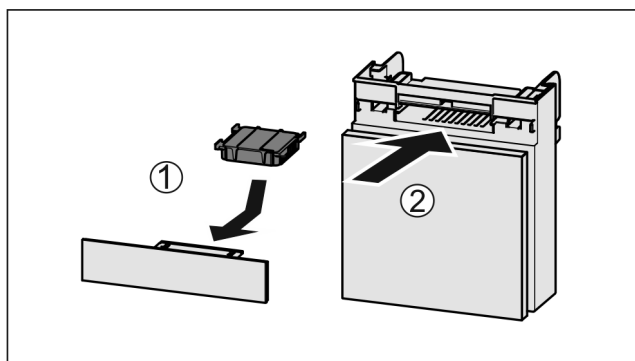

Fig. 124
- ▶ Установите фильтр с активированным углем, как показано на рисунке Fig. 124 (1).
- ▶ Вставьте отделение Fig. 124 (2).